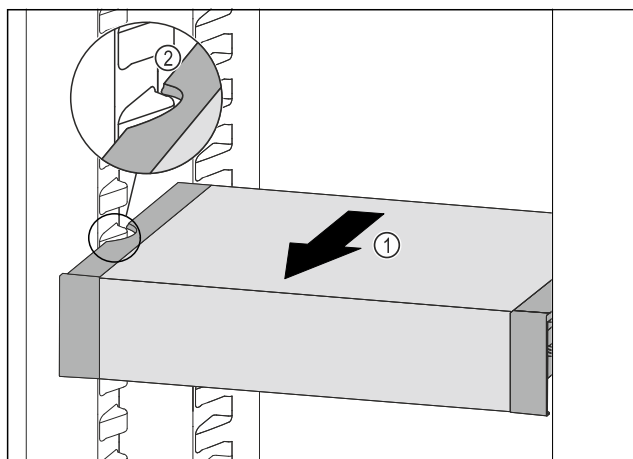

Fig. 68
► Tire del VarioSafe hacia delante Fig. 68 (1) hasta que los huecos laterales del VarioSafe se encuentren a la altura de la nervadura del recipiente en el compartimento del frigorífico. Fig. 68 (2)